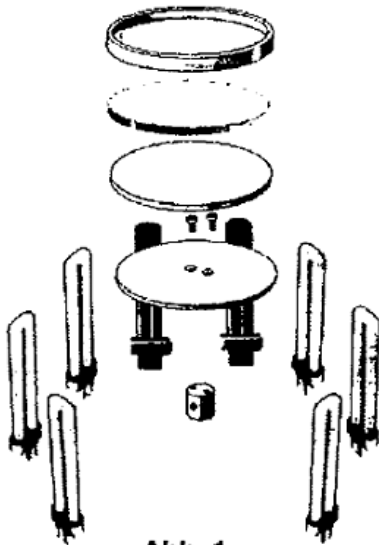
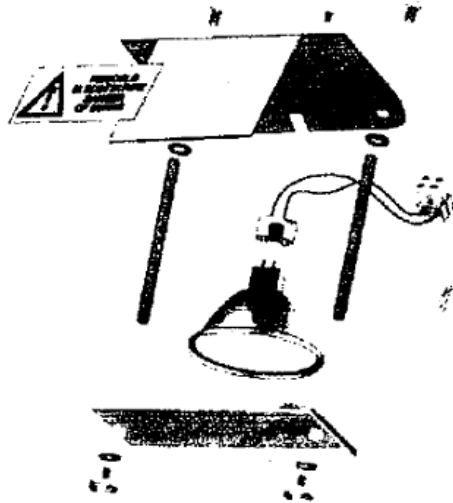

Abb. 1
Abb. 2
- A – Entfernen Sie die Abdeckung zwischen Halogenlampe und Drehscheibe. Die Lampen T1 (weißes Licht) und T8 S (Schwarzlicht) sind wechselweise eingesteckt. (T1 – T8 – T1 – T8...(Siehe Abb. 1). Stecken Sie die Lampen in die vorgegebenen Halterungen. Sie müssen mit leichtem Druck eingesetzt werden. Gegebenfalls Halogenlampe gemäß Abb. 2 einsetzen.
- B - Legen Sie die feuerfeste Scheibe in den Spezialring der Drehscheibe. Legen Sie den Spiegel oben auf dem isolierenden Teller und legen Sie den Chromat-Ring oben auf die 2 Ringe, so dass alles festgehalten wird. (Abb.1)